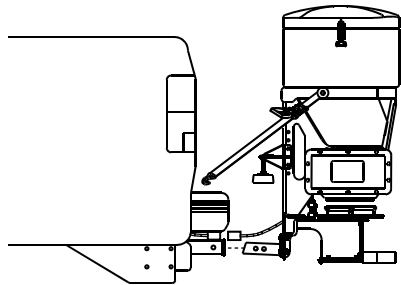

Bild 18
2. Verbinden Sie die Streuerkupplung mit der Fahrzeugkupplung und richten Sie die zweite Befestigungsöffnung an der Streuerkupplung an der Öffnung in der Fahrzeugkupplung aus (Bild 18).